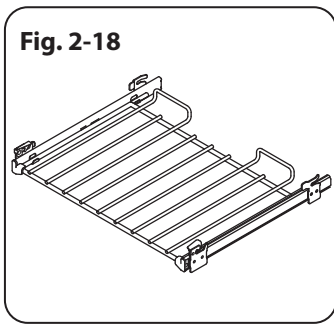

Fig. 2-18
- 2 grille télescopique avec glissières (**Fig. 2-18**).